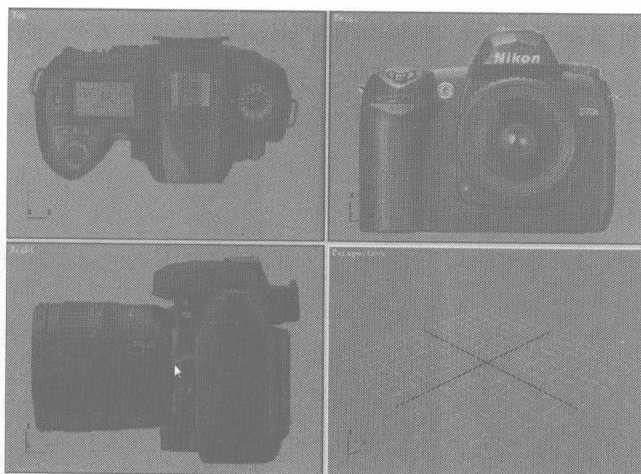

图 6.2
- 01** 首先打开配套光盘中的参考图，在 Max 中建立好数码相机建模的模板，如图 6.2 所示。